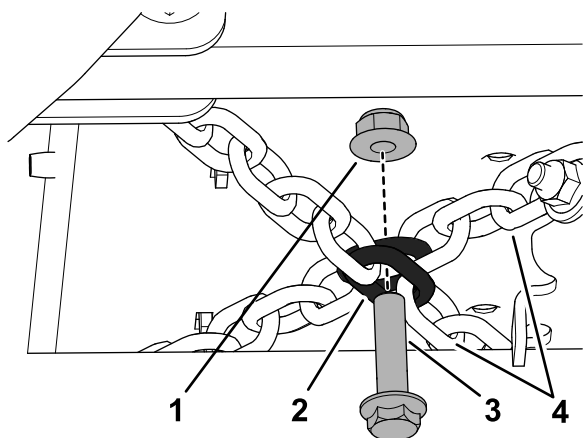

Figure 15
5. Assemblez les chaînes à leur point de croisement (Figure 15) avec un boulon à embase ($\frac{3}{8}$ x $1\frac{1}{2}$ po) et d'un contre-écrou à embase ($\frac{3}{8}$ po).